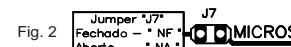

Fig. 2
A central QRM-ST11 permite escolher qual tipo de fim de curso a ser usado no acionamento do portão, (Fig.2), para o qual se define: FIM DE CURSO FECHADO (NF): Jumper "J7" - FECHADO e FIM DE CURSO ABERTO (NA): Jumper "J7" - ABERTO